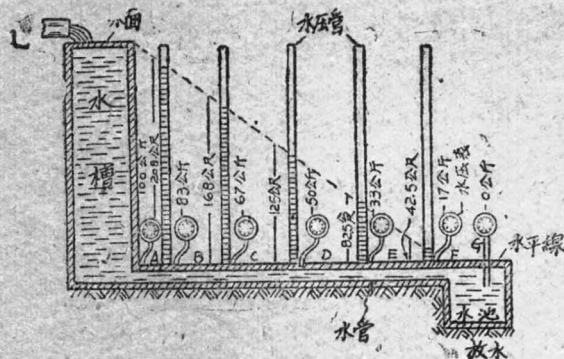
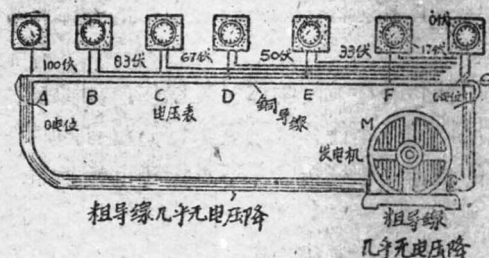

图11 水位降的测量
图12 电位降的测量
⑤什么是电位降：简单说起来，电位降单纯的代表电位间的差别或降落。先看 图11，这里水槽的水位L最后降落到水池的水位G，在平放的水管中，水位是在逐步地下降，愈近水池，水位愈底。这种关系可以用水压表来实际测量，或用水柱高度来代表。显然的L和G二点间的水位差是使水流动的推动力，缺了这个水位差，水流就会停滞不再流。这里虽然只介绍了水在水管中受到不同水位差的作用，其中的基本关系却很重要的，并且还可以用来帮助说明这个电位降的问题。再看图12，这里发电机M推动电流在导体AG上流通。在导体AG上的G点是参考电位点，